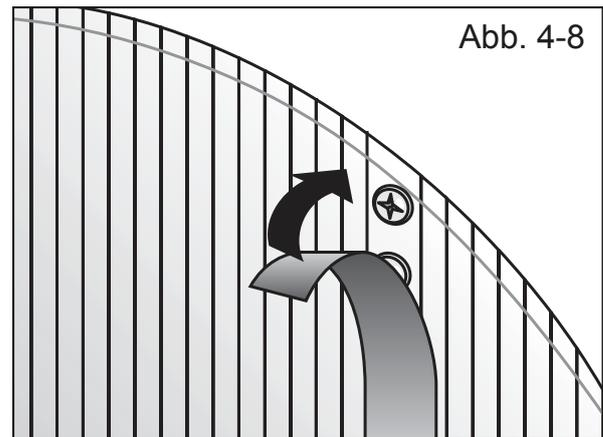

Abb. 4-8
h) Um ein Scheuern der Folie an den Schraubenköpfen der Innenseite im Nachhinein zu vermeiden, kleben Sie einen Streifen starkes Textil- oder Gewebband auf die Schrauben (Abb. 4-8).